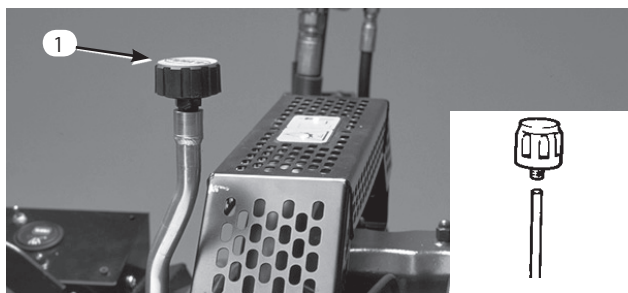

図44
2. ブリーザ (図44) の周囲をきれいに拭き、レンチでブリーザを取る。新しいブリーザを取り付ける。